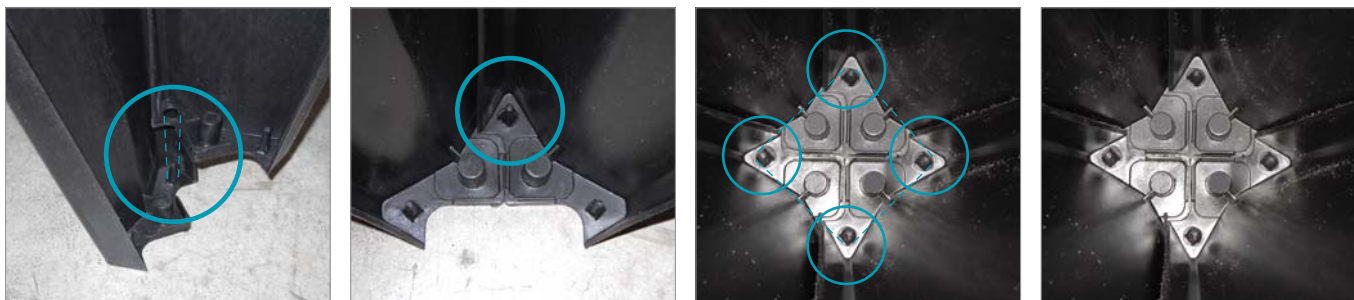

Fig. 3 - Particolare della fase di innesto del sistema maschio-femmina - Da notare la perfetta sigillatura del piede.
- 3** Nell'unire in sequenza i pezzi occorre fare attenzione ad incastrare perfettamente l'elemento d'aggancio "maschio-femmina" posto alla base dei piedini di appoggio (si veda la sequenza fotografica riportata in Fig. 3).